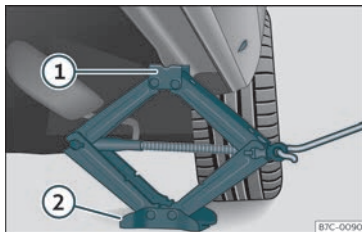

Fig. 39 Longarina: colocação do macaco do veículo.
- Rode a manivela do macaco*, colocado por baixo do ponto de apoio da longarina, para levantá-lo até que o ressalto ① >>> Fig. 39 se encontre por baixo da zona que lhe corresponde.
- Alinhe o macaco* de forma que o ressalto ① «fique encaixado» na zona da longarina que lhe corresponde e que a placa base móvel ② fique apoiada no chão. A placa base ② deve ficar colocada na vertical, relativamente ao ponto de apoio ①.